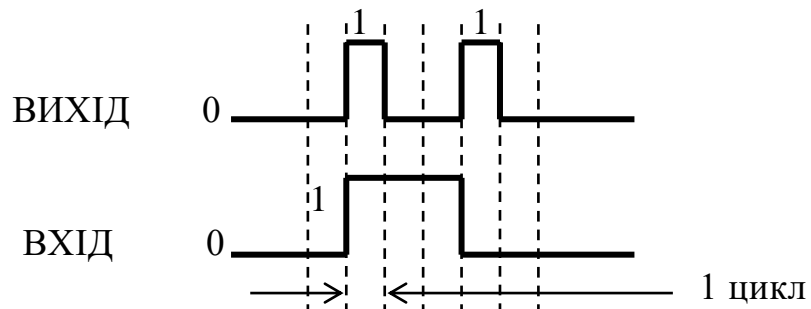

Рисунок 2.6.12 – Графік функції контакту "вихід одновібратора"
- контакт “**вихід одновібратора**” – цифровий вихідний контакт. Зв'язок між входом і виходом контакту згідно рис. 2.6.12: